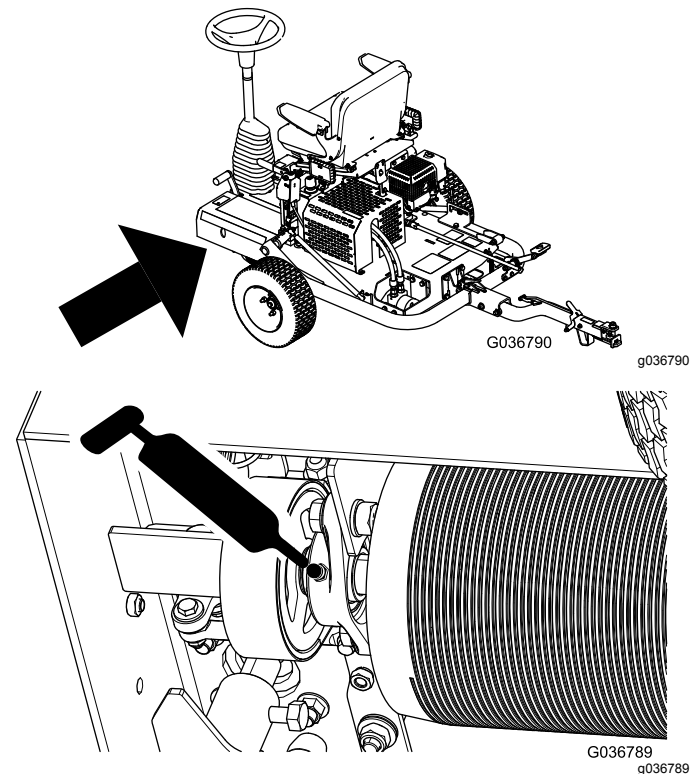

Figura 29
2. Coloque lubrificante no bocal tal como se mostra na Figura 29.